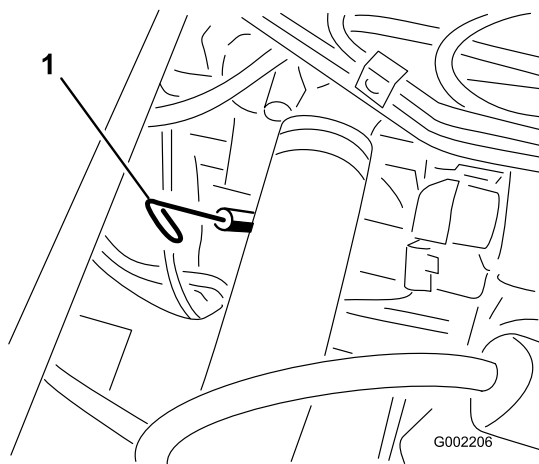

Figura 39
2. Retire la varilla, ubicada debajo del asiento del pasajero, y límpiela con un paño limpio (Figura 39). Introduzca la varilla en el tubo asegurándose de que entre a fondo. Retire la varilla y compruebe el nivel de aceite.
13. Retire el tapón de llenado de aceite y vierta lentamente aproximadamente el 80% de la cantidad especificada de aceite en el motor por el tubo de llenado (Figura 39).